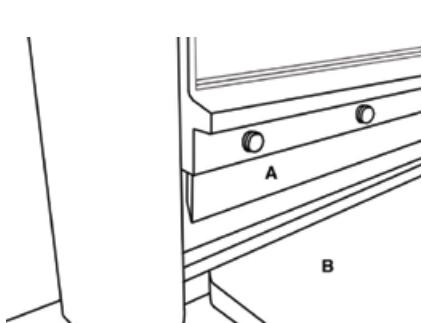

FIGURE 9
2. Une fois le couteau a été aiguisé ou remplacé, il peut être réinstallé. Placez le couteau (Fig. 9-A) avec son côté à plat face à la table (Fig. 9-B). Assurez-vous que la surface de montage et le couteau sont propres, ré-installez le couteau avec les sept vis à tête hexagonaux retirées précédemment en utilisant la clé hexagonale fournie.